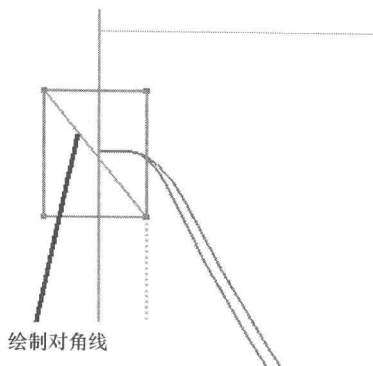

图 1-40
(2) 绘制直线。在【草图曲线】工具栏中选择 (直线) 图标, 按照如图 1-40 所示绘制一条对角线。